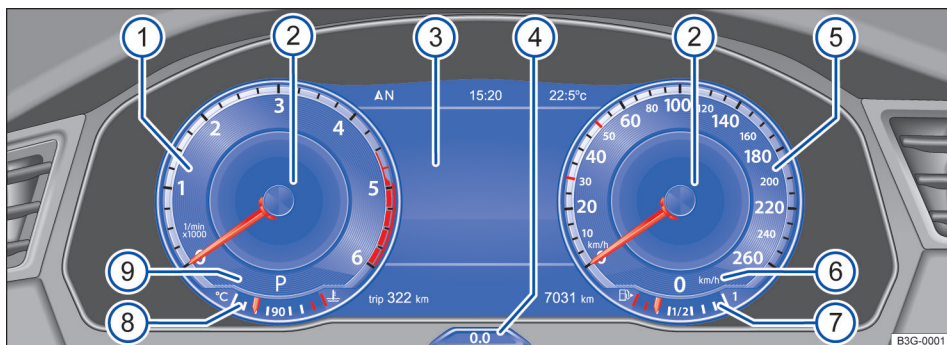

Fig. 15 Active Info Display no painel de instrumentos.
Esclarecimento dos instrumentos → Fig. 15:
Através do item de menu **Vistas** no display do instrumento combinado → Página 26 podem ser selecionados diferentes perfis de informação específicos de temas. Dependendo do perfil de informação selecionado, o Active Info Display mostra informações adicionais no centro de instrumentos redondos → Fig. 15 ②. Os seguintes perfis de informação podem ser selecionados: